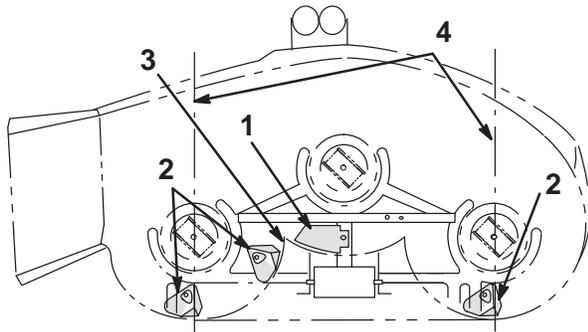
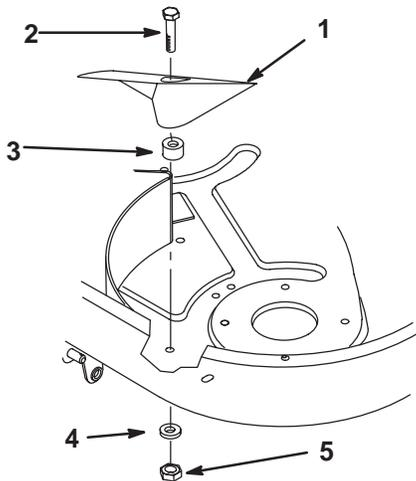

Figure 16
Figure 17
1. Placez la plaque “kicker” en position (Fig. 16).
3. Montez les déflecteurs (Fig. 16) et fixez-les à l'aide de 3 boulons (bolts (5/16 x 1 pouce), entretoises, rondelles plates et contre-écrous (Fig. 17)